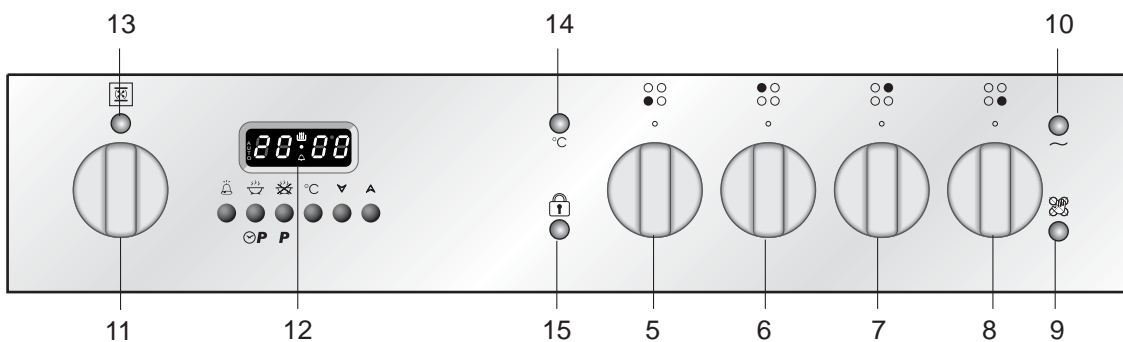

Fig. 1.2
Cuando la placa de cerámica está funcionando, el testigo en el panel de mandos (pos. 10 de la fig. 1.2) estará encendido.
Cuando la temperatura de la placa excede los 140°F (60°C), el testigo correspondiente en el panel de mandos (fig. 2.6 - pos. 9 de la fig. 1.2) se encenderá para indicar que la placa está caliente. Esta luz permanecerá encendida inclusive después del apagado de la placa para indicar que la misma está todavía caliente.